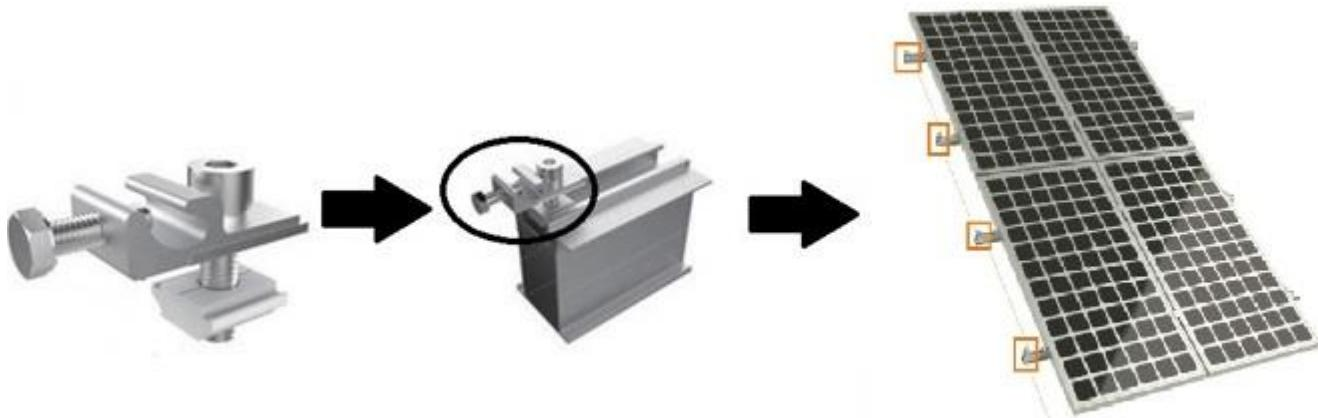

Рисунок 4.21 – Установка зажима заземления.
**Шаг 1.** Установите зажимы заземления на каждый ряд монтажных профилей (рисунок 4.21).